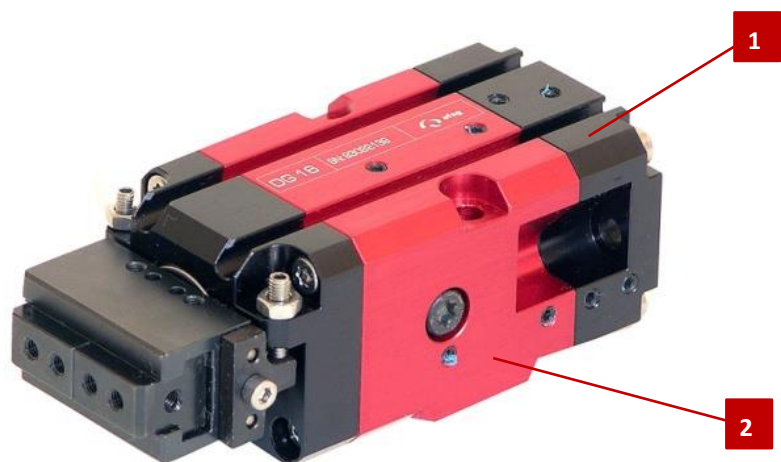

Abb. 17 Exemplarische Darstellung DG 16
- Schwarzes Modulteil (Abb. 17, 1): Anschlüsse für die Greifbewegung.
- Rotes Modulteil (Abb. 17, 2): Anschlüsse für die Rotation der Greifzange.